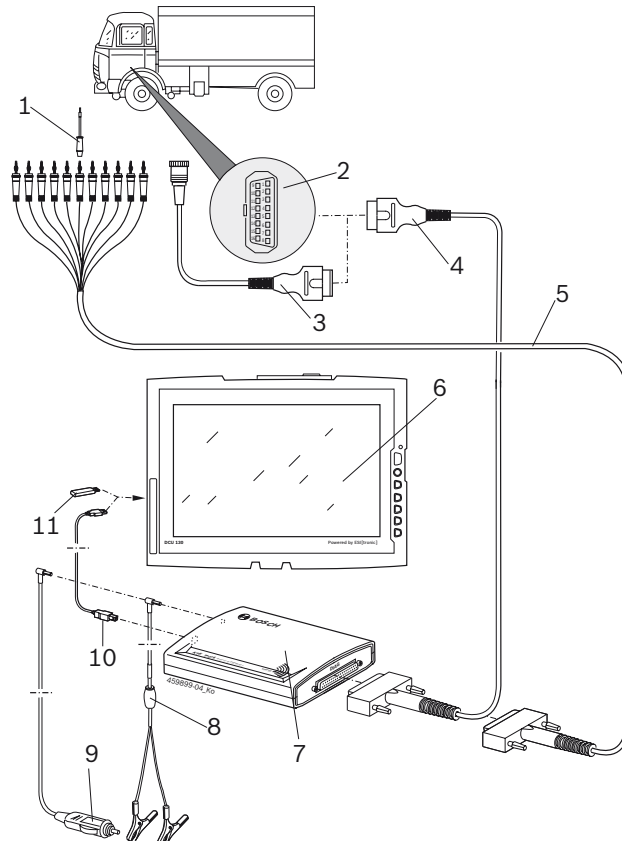

Abb. 3: Kopplingsschema KTS Truck
- OBD-diagnoskabeln (fig. 3, pos. 4)
- OBD-diagnoskabeln och en fordonsspecifik adapterkabel (fig. 3, pos. 3, specialtillbehör)
- Universaladapterkabel (fig. 3, pos. 5).